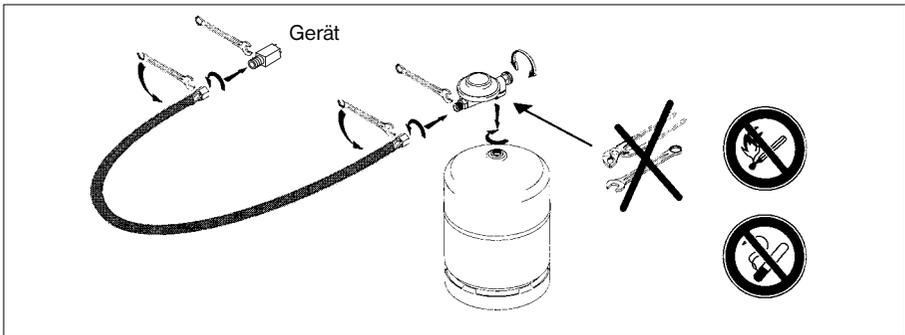

Abbildung 7
10.3.3. Anschluß einer Gasflasche mit innenliegendem Kugelrückschlagventil (Abbildung 7)